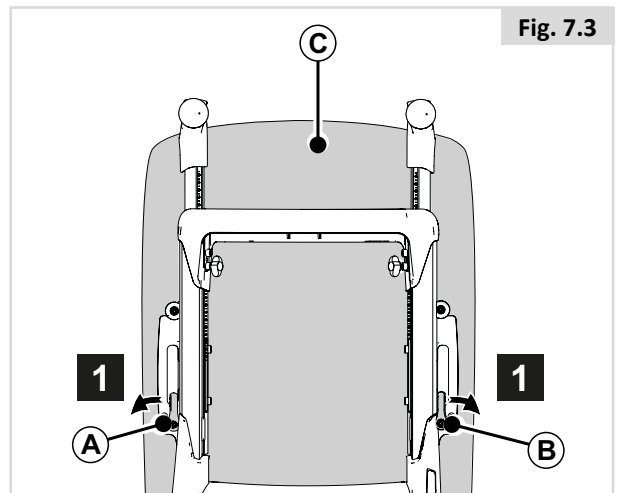

Fig. 7.3
7.2 Cómo extraer el cojín del respaldo (Fig. 7.3)